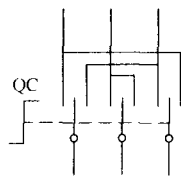

图1-5 有限位组合开关在电路中的图形及文字符号
2. 有限位型组合开关 有限位型组合开关指的是组合开关的手柄在正、反转动时,其转动位置是受限制的。有限位型组合开关又称“倒顺开关”,它分为三档,即“停”、“正转”、“反转”档。通常情况下,“停”档在中间位置,从“停”档扳向“正转”档位置,组合开关手柄转动45°机械空间角度,电路上接通负载(电动机)的正转电源;从“停”档扳向“反转”档位置时,组合开关向相反的方向转动45°机械空间角度,在电路上接通负载(电动机)的反转电源。有限位型组合开关的图形符号及文字符号如图1-5所示。